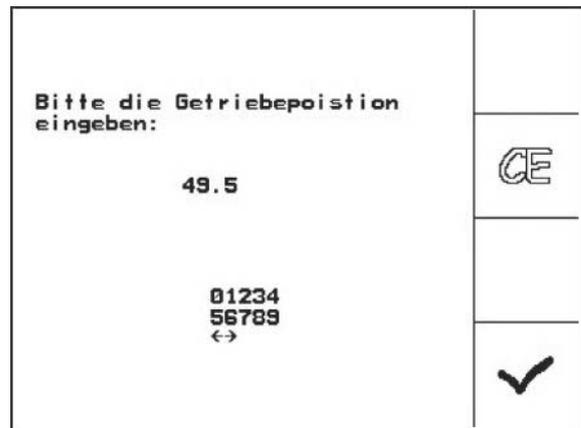

Fig. 83
4. Confirme as configurações e introduza o valor de escala indicado pela alavanca de transmissão na escala na janela de menu (Fig. 83) que se abriu.